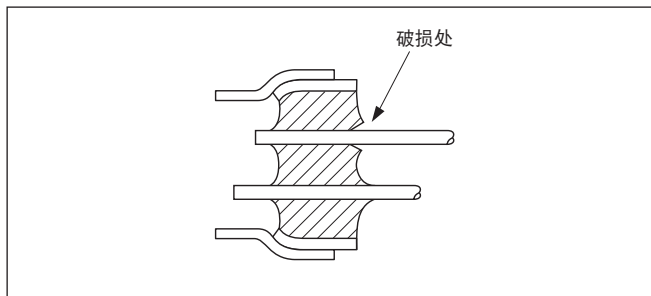

图3
- (1) 要修改弯曲的导脚时,以及要取出晶振等情况下不能强制拔出导脚,如果强制地拔出导脚,会引起玻璃的破裂,而致壳内真空浓度的下降,有可能促使晶振特性的恶化以及晶振芯片的破损(参阅图 3)。